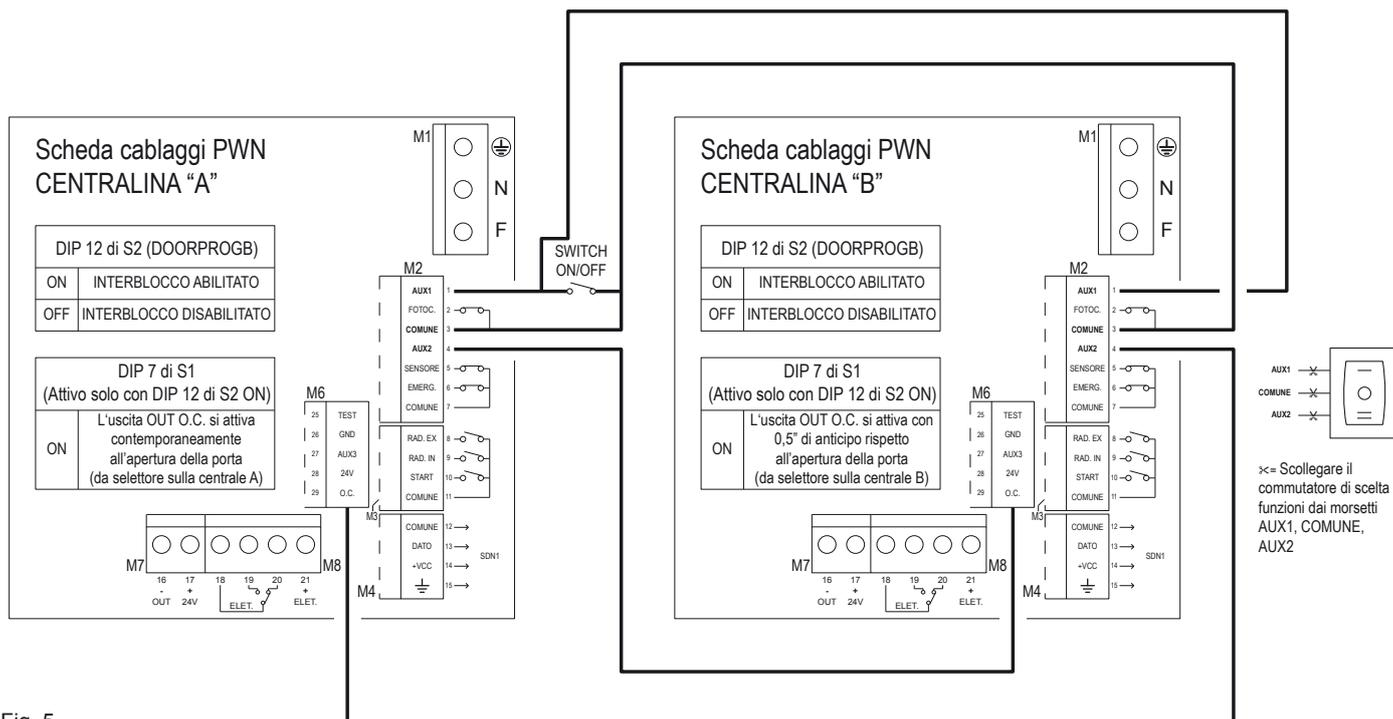

Fig. 5
Lo schema di fig.5 illustra il collegamento elettrico tra due centraline BRINK che comandano due porte automatiche in configurazione INTERBLOCCO.
**Nel caso di porta BRINK a due ante, effettuare il collegamento elettrico di fig.5 sulla centralina dell'operatore MASTER.**